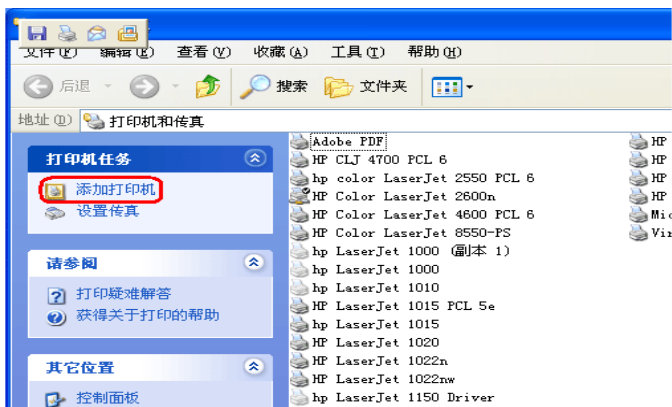

图 7-45 选择“添加打印机”
- 选择“开始”→“控制面板”→“打印机”→“添加打印机”，打开“添加打印机向导”对话框，如图 7-45 所示。